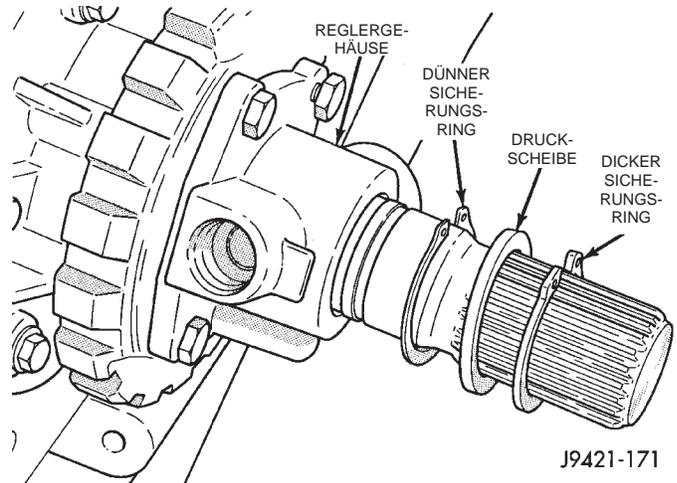
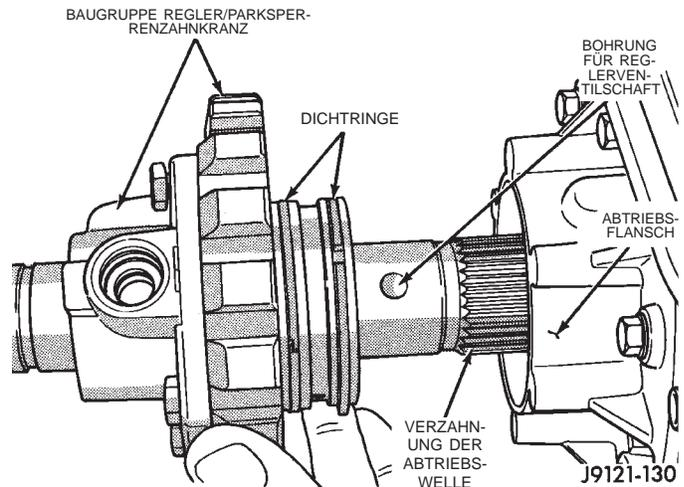

Abb. 32 Sicherungsringe und Distanzring
Abb. 33 Reglergehäuse
- (11) Die Sicherungsringe und den Distanzring abnehmen, mit denen Reglergehäuse und Parksperrenzahnkranz auf der Abtriebswelle befestigt sind (Abb. 32).
- (12) Die Schrauben herausdrehen, mit denen das Reglergehäuse am Parksperrenzahnkranz befestigt ist (Abb. 33).
- (13) Regler vom Parksperrenzahnkranz abnehmen.
- (14) Parksperrenzahnkranz vom hinteren Flansch abziehen.
- (2) Reglerfilter in Parksperrenzahnkranz einsetzen.
- (3) Reglergehäuse über die Abtriebswelle schieben und Kanal zum Filter ausrichten.
- (4) Die Schrauben eindrehen, mit denen das Reglergehäuse am Parksperrenzahnkranz befestigt wird. Schrauben mit 11 N·m (95 in. lbs.) anziehen (Abb. 33).
- (5) Sicherungsringe und Unterlegscheibe für Reglergehäuse/Parksperrenzahnkranz wie folgt auf der Abtriebswelle montieren:
- (a) Zuerst den dünnen Sicherungsring, dann die Druckscheibe und zuletzt den dicken Sicherungsring auflegen (Abb. 32).